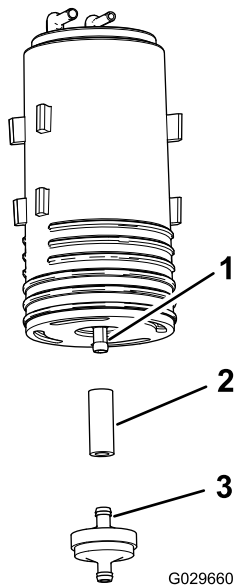

Рисунок 46
- Снимите фильтр адсорбера и короткий отрезок шланга с нижнего штуцера старого адсорбера (Рисунок 46).
- Подсоедините шланг к нижнему штуцеру нового адсорбера (Рисунок 46).
- Вставьте штуцер нового адсорбера в шланг (Рисунок 46).